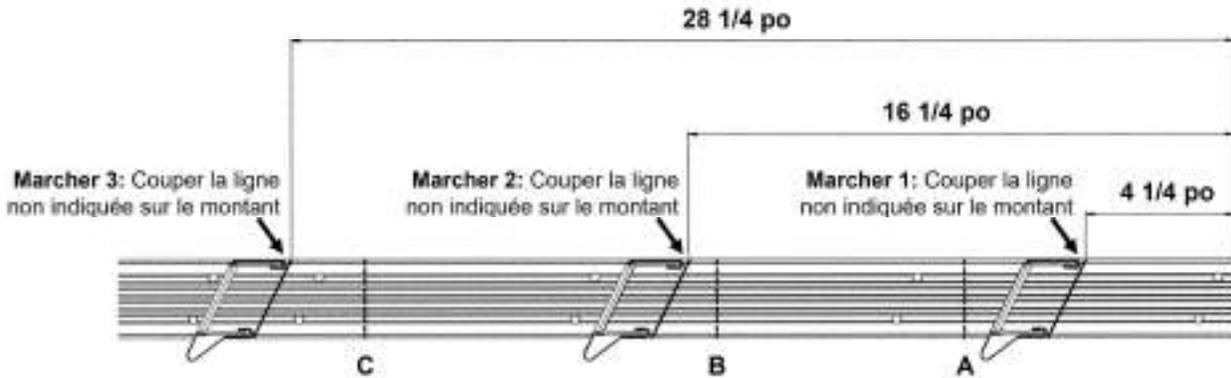
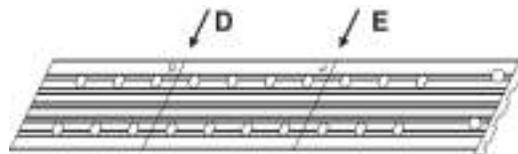

FIGURE 27 : ENDROITS OÙ COUPER LES MONTANTS DE L'ÉCHELLE
FIGURE 28 : ENDROITS OÙ COUPER LES PATINS RÉGLABLES (QUAND UNE COUPE EST NÉCESSAIRE)
X. Reportez-vous à la hauteur de plafond que vous avez consignée à la partie V pour déterminer où vous devez couper les montants latéraux et les patins réglables de l'échelle. Consultez le **Tableau 4**, la **Figure 27** et la **Figure 28**.
Installateur #1 : Coupez les montants latéraux et les patins réglables de l'échelle à l'endroit appropriée. Consultez la **Figure 27** et la **Figure 28**.